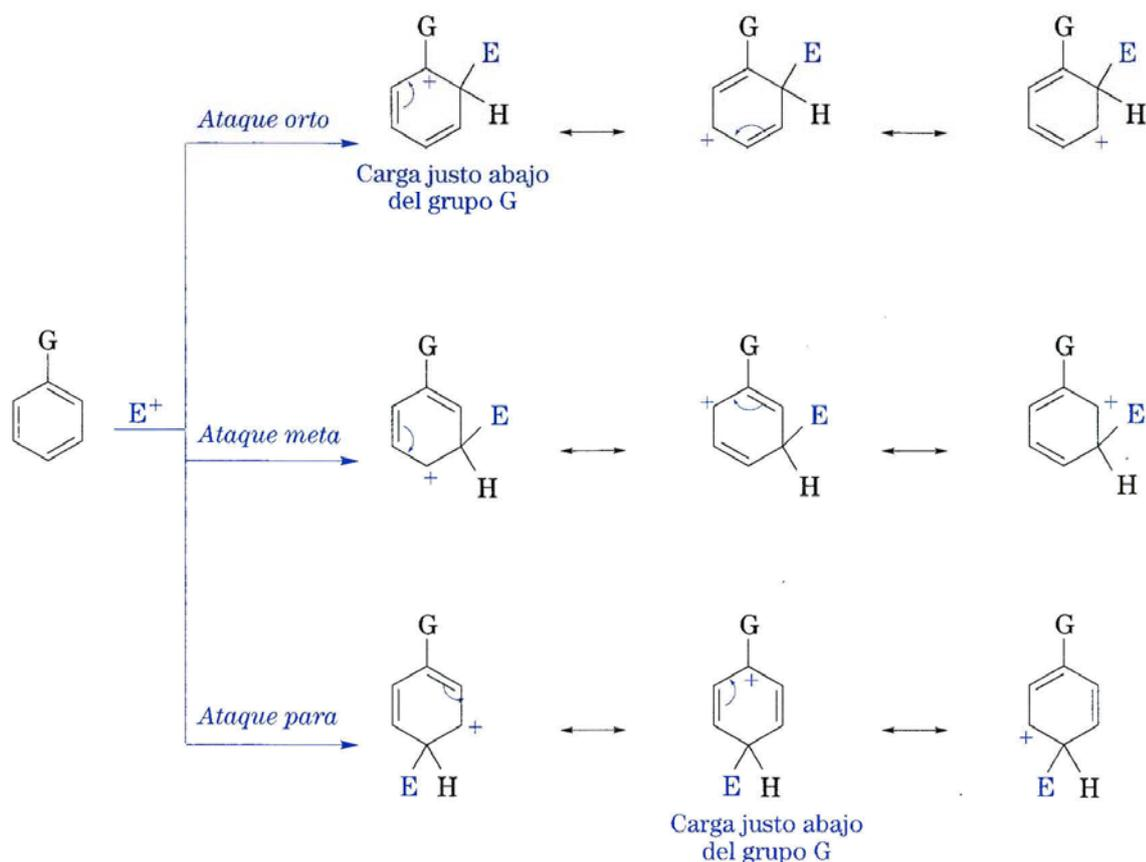

FIGURA 6.3
3. *Teoría de los efectos orientadores.* Un grupo que está en un anillo bencénico dirige los electrófilos que se acercan a las posiciones orto y para simultáneamente, o a las posiciones meta. El electrófilo se enlaza de tal manera que se forma el carbocatión más estable. La figura 6.3 ilustra el primer paso del mecanismo de sustitución electrofílica aromática —la formación de un carbocatión—. El derivado bencénico está monosustituido, así que hay tres posiciones distintas donde se puede unir el electrófilo y tres carbocationes posibles. Con el movimiento de pares de electrones como se muestra en la figura 6.3, se pueden dibujar tres formas de resonancia de cada carbocatión. Gracias a la resonancia, la carga se dispersa y el carbocatión se estabiliza.
Para el ataque orto y para, obsérvese que una de las formas de resonancia (figura 6.3) permite colocar la carga positiva en el carbono que tiene el grupo G (el que ya está unido al anillo). La incidencia de esta clase de estructura de contribución significa que G puede tener un efecto significativo en la estabilidad del carbocatión. No ocurre así en el caso del ataque meta. Ya sea que G estabilice o desestabilice carbocationes, su efecto será mayor si el electrófilo ataca orto o para.